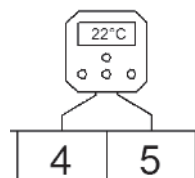

Figure 9- Connexion d'un thermostat modulant
1. Connectez les deux fils de commande aux bornes 4 et 5 (voir figures 9 & 10 ou le schéma de câblage électrique au §11).